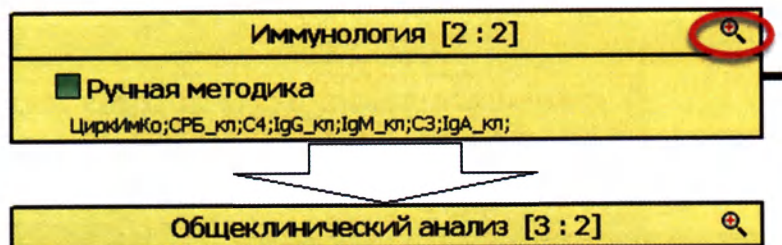

Рисунок 4.5
2. Или в выбранном блоке нажмите кнопку «Лупа» (Рисунок 4.5):